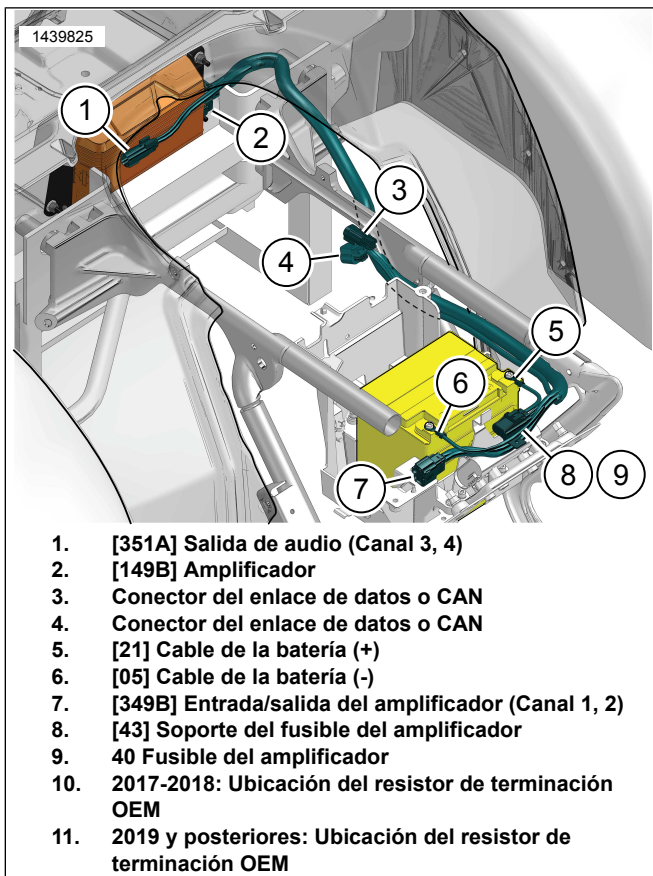

Figura 3. Colocación del arnés de cables del amplificador
1. Vea la Figura 3. Conecte el conector [149B] al amplificador.
- f. Coloque [91A] (13) del arnés externo a la parte superior de [91B]. Asegure con correas de cables.
- a. Vea la Figura 3. Localice el conector del vehículo [319A] y la tapa de resistencia de terminación cerca del área de cubierta del lado derecho.
7. Vea la Figura 3. Enrute los artículos 5-9 delante de la batería y hacia la cubierta del lado derecho.
8. Conecte el cable negativo de la batería (6).
9. Conecte el cable positivo de la batería (5).
10. Asegure el soporte de fusible de amplificador (8) con la correa de cable.
11. Vea la Figura 3. Arnés de ruta con conector de amplificador sobre el lado izquierdo del bastidor.